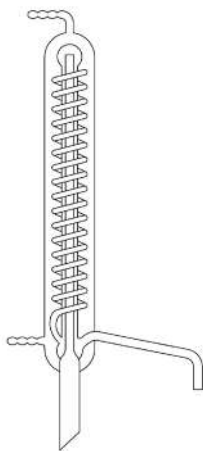

Рис. 89. Змеевиковый
10. **Змеевиковый холодильник для вторичной дистилляции** (рис. 89). Пары подаются через широкий вход снизу (непришлифован) и выходят в виде конденсата через длинную боковую трубку. При этом они проходят через конденсатор в виде широкой трубки, которую окружают витки спирали. Охлаждение осуществляется за счет воды, подаваемой в рубашку с двумя отводами на разной высоте. Вода подается снизу-вверх.